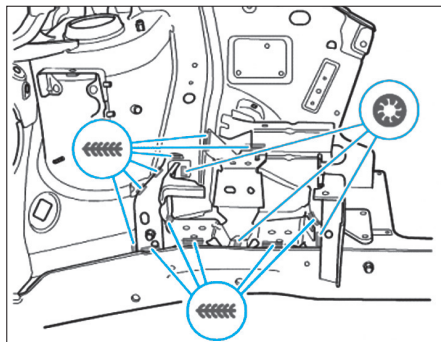

FIG. 6
• Immobiliser le véhicule et la pièce neuve sur les têtes de redressage (Fig.6).